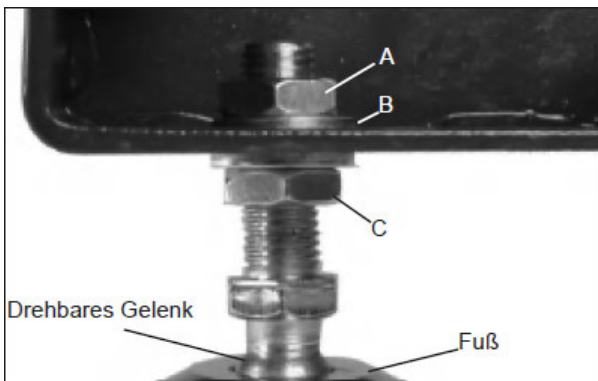

Abb. 6-10: Montage der verstellbaren FüÙe
2. Die verstellbaren Füße sind mit zwei Sechskantmuttern und Unterlegscheiben auf der Gewindestange ausgestattet. Entfernen Sie die obere Mutter und Unterlegscheibe (Pos. A & B, Abb. 6-10) und lassen Sie die untere Mutter und Unterlegscheibe auf der Gewindestange. Die untere Mutter wird später zur Nivellierung der Drechselbank verwendet (siehe Abb. 6-10).
Sobald die Drechselbank zusammengebaut und an ihrem endgültigen Standort aufgestellt ist, stellen Sie die untere(n) Mutter(n) (Pos. C, Abb. 6-10), die sich direkt unter der Unterseite des Sockels befinden, ein, um die gewünschte Spindelhöhe festzulegen und die Drechselbank auszurichten. Nach der Einstellung ziehen Sie die oberen Muttern an, um die verstellbaren FüÙe in ihrer Position zu sichern.
7. Wenn die optionalen verstellbaren FüÙe montiert wurden, können diese jetzt eingestellt werden. Drehen Sie die untere(n) Mutter(n) (Abb. 6-10) die sich direkt unter der Unterseite der FüÙe befinden, so lange, bis die gewünschte Höhe eingestellt und die Drechselbank nivelliert ist. Nach der Einstellung ziehen Sie die oberen Muttern (Pos. A, Abb. 6-10) an, um die FüÙe in ihrer Position zu sichern.
6. Wenn die optionalen verstellbaren FüÙe montiert wurden, können diese jetzt eingestellt werden. Drehen Sie die untere(n) Mutter(n) (Abb. 6-10) die sich direkt unter der Unterseite der FüÙe befinden, so lange, bis die gewünschte Höhe eingestellt und die Drechselbank nivelliert ist. Nach der Einstellung ziehen Sie die oberen Muttern (Pos. A, Abb. 6-10) an, um die FüÙe in ihrer Position zu sichern.